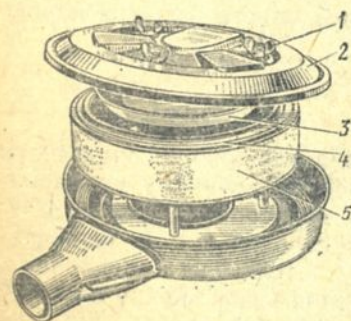

Рис. 48. Воздушный фильтр карбюратора 2101-1107010-11:
1. Отверните три барашковые гайки 1 (рис. 48) и снимите крышку 2 корпуса фильтра.